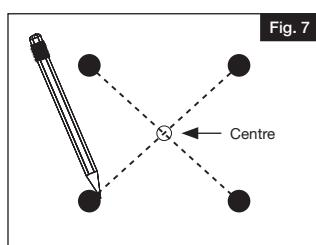

Fig. 7
- Remove the rail section and posts. Then, from those marks just made, draw an "X" and where the lines cross is the center (Fig. 7).
- Enlever la section de rampe et les poteaux. Ensuite, à partir des marques qui viennent d'être faites, tracer un « X ». Le centre est à l'endroit où les lignes se croisent (Fig. 7).
- Remover el tramo de barandal y postes. A continuación, haciendo uso de esas marcas, trazar una "X" y el lugar donde se cruzan las líneas es el centro (Fig. 7).